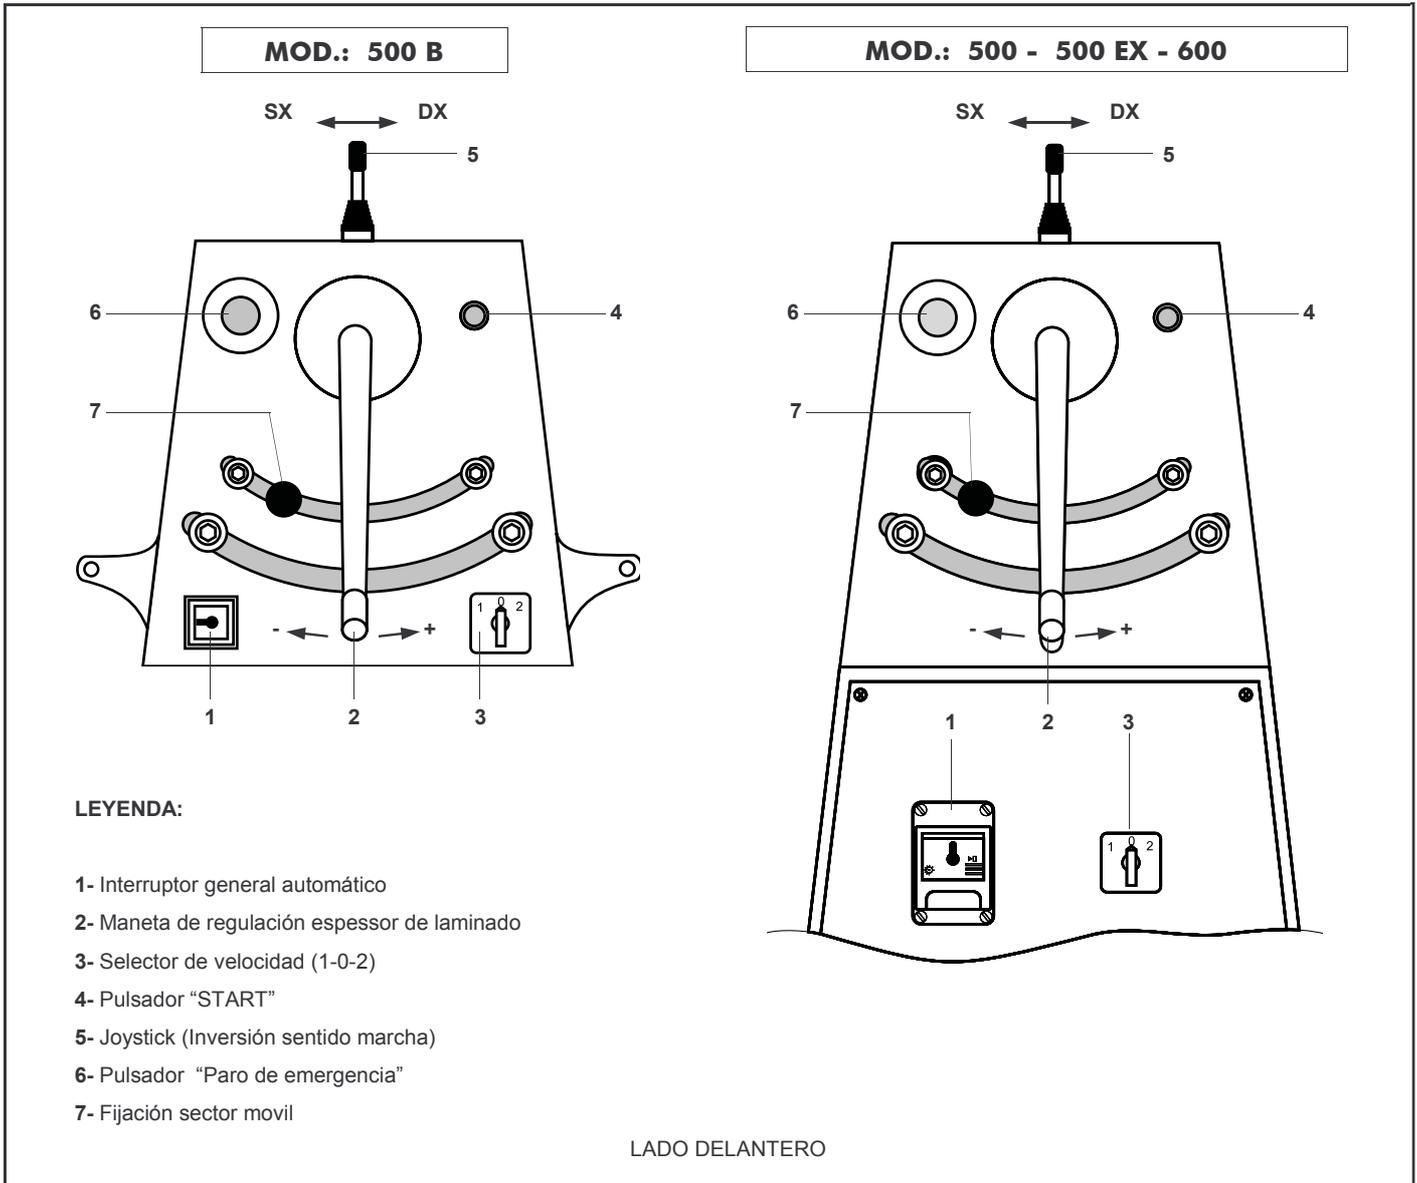

FIG.8 (Pannel de mandos y control)
Esta constituido por los componentes instalados sobre el lado delantero de la máquina (FIG.8) al que el usuario debe optar para la utilización y funcionamiento de la misma.
- 6- Asegurarse que el **interruptor general automático** (FIG.8-Rif.1) esté en posición "OFF" y el **selector de velocidad** (FIG.2-Rif.3) en posición "0";
- 1- Dar tensión a la máquina llevando el **interruptor general automático** (FIG.8-Rif.1) a la posición "ON";
- 2- Programar la velocidad deseada con el **selector de velocidad** (FIG.8-Rif.3 - Posición 1-2);
- 3- Regular el espesor de laminado de la pasta con la **maneta** (FIG.8-Rif.2);
- 4- Poner en marcha la máquina pulsando el "START" (FIG.8-Rif.4);
- 5- Elegir el sentido de avance de las cintas transportadoras por mediación del **joystick** (FIG.8-Rif.5);
- 7- Una vez alcanzado el espesor deseado de la pasta (fin del ciclo) llevar el **selector de velocidad** (FIG.8-Rif.3) a la posición "0" (stand-by = las cintas transportadoras y los cilindros de laminado se paran) y **recoger la masa**.
El paro de emergencia de la máquina puede ser efectuado pulsando el pulsador de paro de emergencia situado en el panel de mandos y control (FIG.8-Rif.6).
- 1- Pulsar inmediatamente el **pulsante de paro de emergencia** (FIG.8-Rif.6);
- 2- Desconectar la máquina situando el **interruptor general automático** (FIG.8-Rif.1) y el **selector de velocidad** (FIG.8-Rif.3) en la posición "0";
- 1- Apagar la máquina situando el **interruptor general automático** (FIG.8-Rif.1) y el **selector de velocidad** (FIG.8-Rif.3) en posición "0";